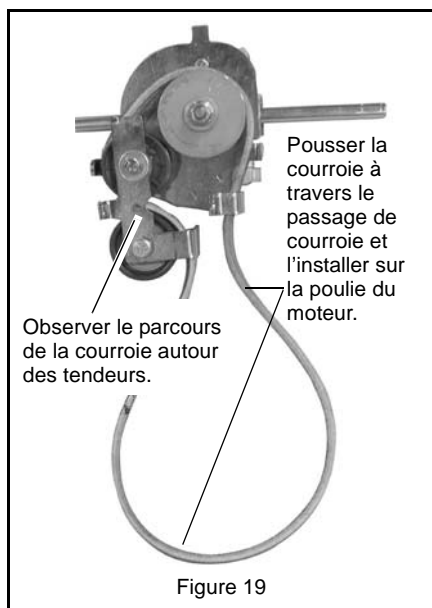

Figure 19
1. Monter la nouvelle courroie sur la poulie d'entrée de la transmission et sur les tendeurs, la diriger à travers le passage de courroie et l'installer sur la poulie du moteur. Voir Figure 19.